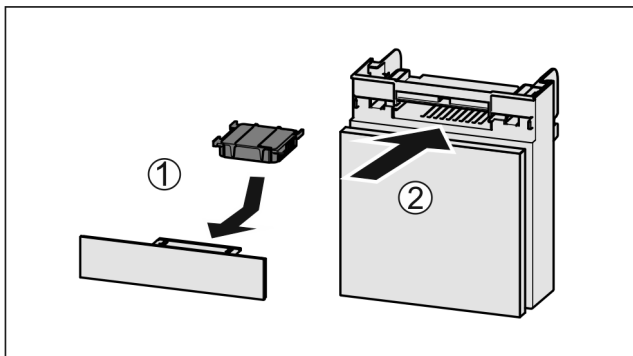

Fig. 35
- ▶ Anbring aktivkulfilteret som vis på billedet Fig. 35 (1).
- ▶ Skub rummet ind Fig. 35 (2).